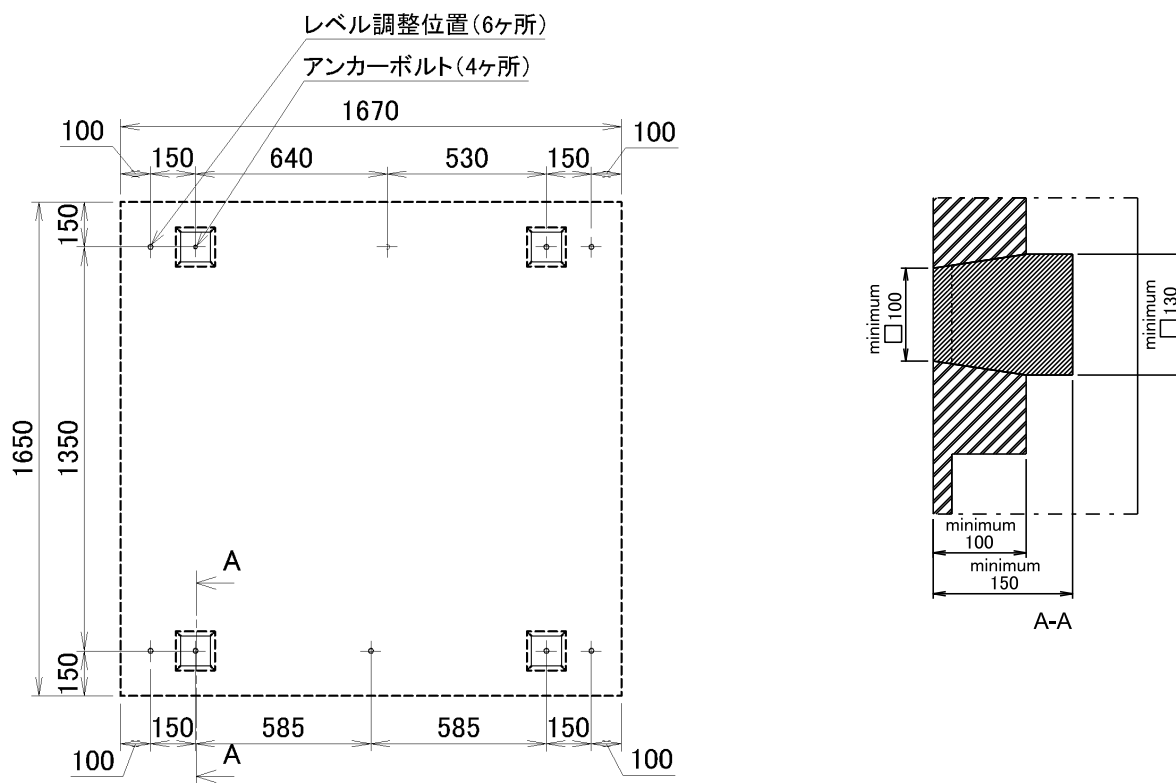

図 4-2
1) 機械の据付は、床荷重に耐えられるコンクリートの水平かつ凹凸の無い床に、図 4-2 の示す位置に、相対的に段差の無く水平なコンクリート基礎を施工し、4ヶ所にアンカーボルト施工箇所を設けてください。
2) コンクリート床自身が十分な強度、完全に平らでかつ水平、十分な厚みがあるならば図 4-2 に示す基礎工事を省くことができます。